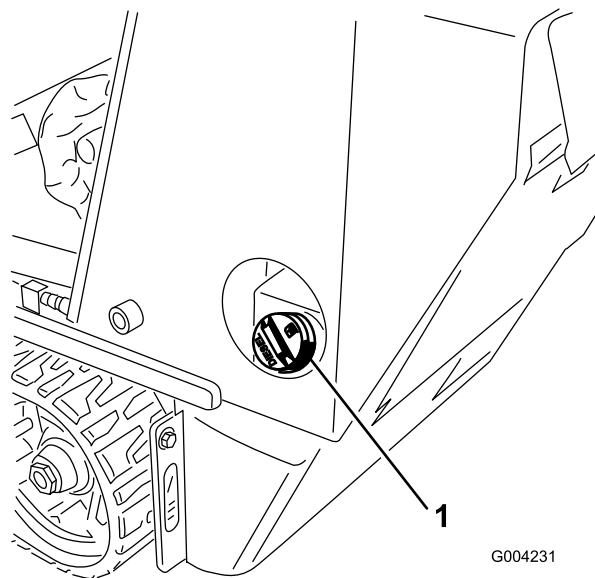

Bild 15
3. Reinigen Sie den Bereich um den Tankdeckel und nehmen Sie den Deckel ab (**Bild 15**).